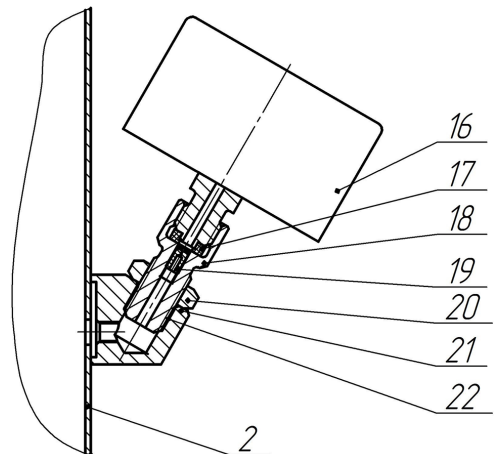

Рисунок 3 — Схема кріплення манометра
На стакані 2 є бонка 21 (Рисунок 3), в яку вкручені штуцер 18 з гайкою 20 і манометром 16. У штуцері 18 перед манометром встановлено дозувальний пристрій 19, призначений для обмеження стрибків тиску. Дозувальний пристрій уповільнює передачу зміни тиску на чутливий елемент манометра.
3.2.3 Під час монтажу і демонтажу манометра вкрутити (викрутити) його відповідним ключем з розміром 14 за грані на штуцері манометра, утримуючи штуцер 18 ключем з розміром 17 (Рисунок 3).